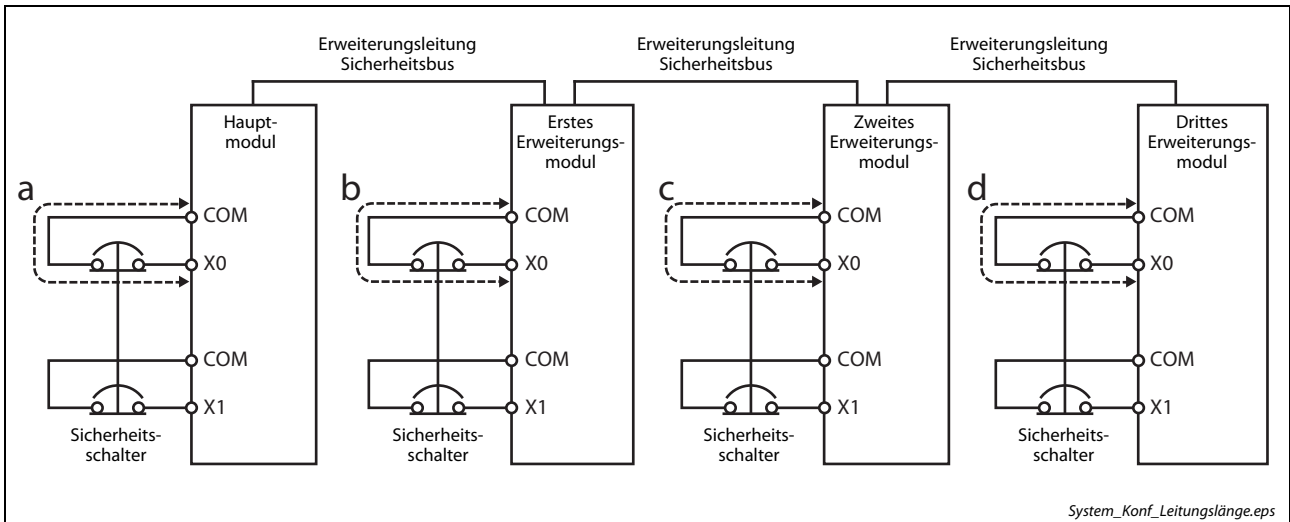

Abb. A-1: Systemkonfiguration und Verdrahtungsplan für Eingang X0
- ① Der Leitungsquerschnitt für das Modul QS90SR2SP-Q sollte 0,75 mm² betragen.
- ② Die Buchstaben a–d korrespondieren zu Abb. A-1.
- ① Der Leitungsquerschnitt für das Modul QS90SR2SN-Q sollte 0,75 mm² betragen.
- ② Die Buchstaben a–d korrespondieren zu den Leitungen in Abb. A-1.